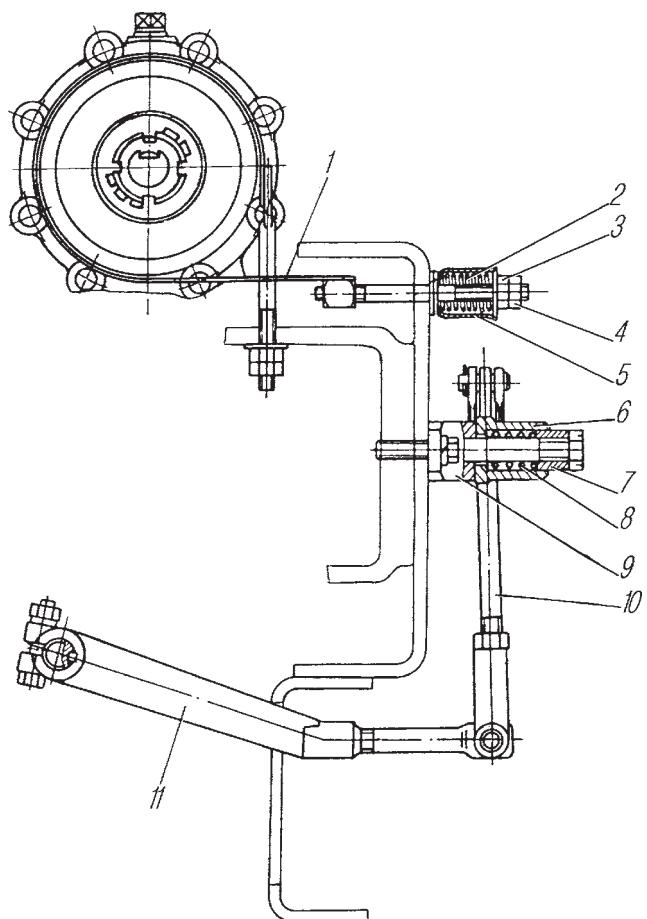

Рис. 112. Управление лебедкой:
На червяке редуктора установлен автоматический ленточный тормоз 1 (рис.112), препятствующий самопроизвольному вращению барабана лебедки и разматыванию троса при выключенном сцеплении автомобиля и при срезе предохранительного штифта.
**Правила пользования лебедкой.** Перед эксплуатацией лебедки убедитесь в правильности работы привода включения и выключения барабана лебедки, а также в правильности намотки и надежности крепления троса. При правильно отрегулированном приводе длина тяги 10 (см.рис.112) по осям отверстий регулировочных вилок должна быть 228-232 мм.